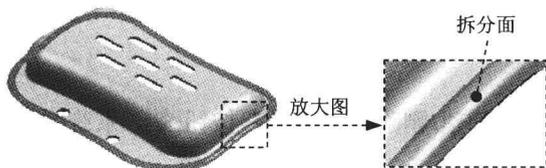

图 1.7 定义拆分面
Step4. 定义要拆分的面。选取图 1.7 所示的完全倒圆角面为拆分面。